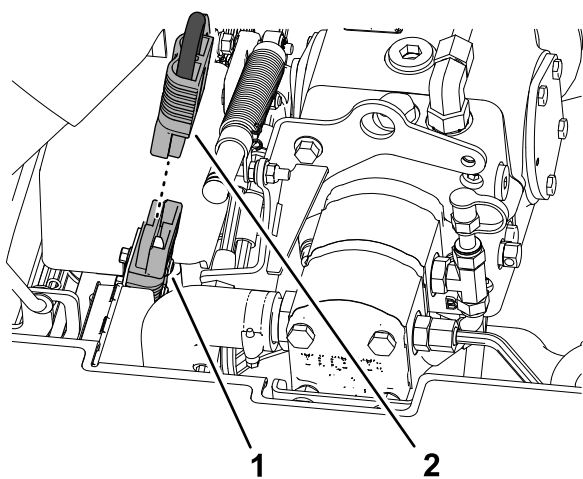

図 5
2. DC 48 V システム用バッテリー切断ジャンパ **図 5**。